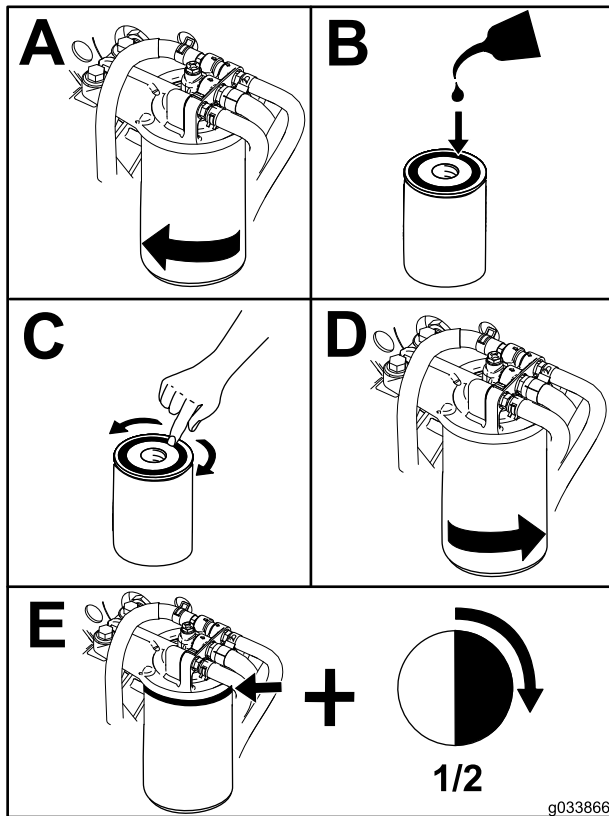

Figure 75
1. Nettoyez la surface autour de la tête du filtre (Figure 75).